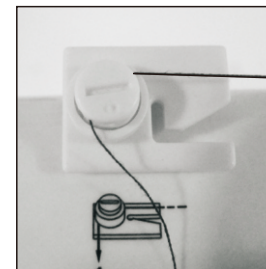

Рис. 12
2. Проведите нить через натяжной диск устройства намотки шпульки на верхней стороне машины (рис. 12).